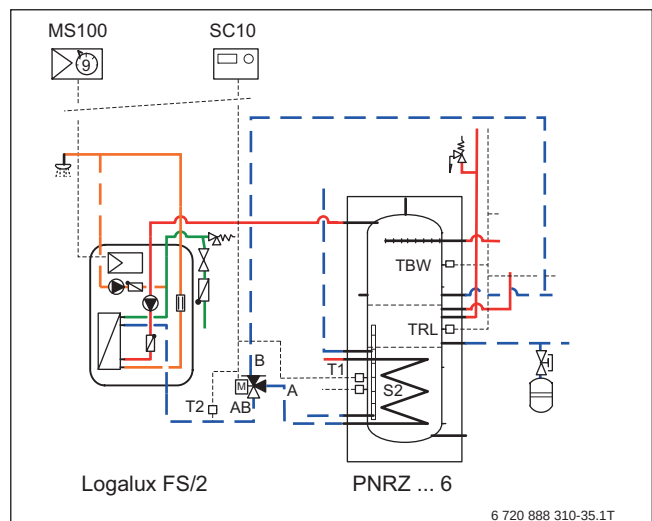

Bild 240 Rücklaftemperaturabhängige Einspeisung in PNRZ-Speicher
- Wenn optional eine Zirkulationspumpe installiert wird, sollte eine Temperaturdifferenzregelung (→ Bild 240) und ein Umschaltventil im Rücklauf der Frischwasserstation FS/2 eingebaut werden. Über diese Regelung und das Umschaltventil werden hohe Rücklauftemperaturen aus der Zirkulationsleitung oberhalb des Trennblechs des PNRZ-Speichers eingeleitet.